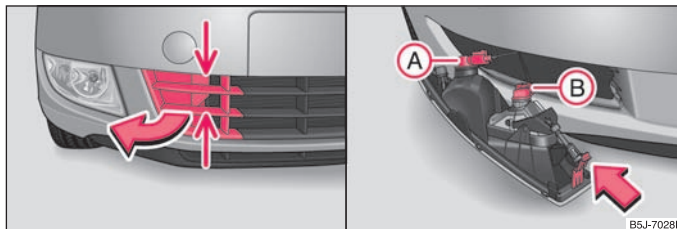

Abb. 168 Vorderer Stoßfänger: Schutzgitter / Ausbau des Nebelscheinwerfers
- Greifen Sie das Gitter an den mit Pfeilen gekennzeichneten Stellen ⇒ Seite 196, Abb. 168 links an und nehmen Sie es heraus.
- Führen Sie die Hand in die Öffnung, in der sich das Gitter befand und drücken Sie die Federfalle ⇒ Seite 196, Abb. 168 rechts.
- Drehen Sie den Stecker (A) mit der Lampe für Tagfahrlicht bzw. den Stecker (B) mit der Lampe des Nebelscheinwerfers bis zum Anschlag nach links und nehmen Sie ihn heraus.